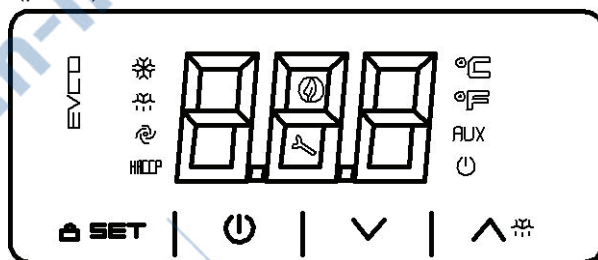

Рис. 2 Блок управления EV3B22
7.2.1.1 Контроллер EV3B22 обеспечивает: поддержание температурного режима в камере, индикацию температуры, включение звуковой сигнализации при выходе температуры в камере за установленные пределы, автоматическое отключение вентилятора при открытой двери холодильника. Датчик температуры размещается внутри камеры холодильника. Органы управления выведены на панель управления холодильника (рис.2):